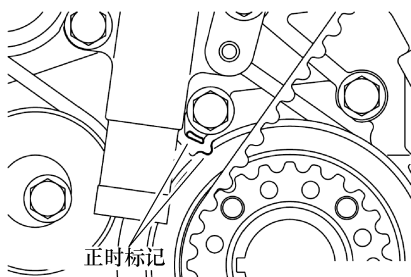

图 4-98 校准正时标记
3) 与操作排气凸轮轴链轮一样,逆时针将凸轮轴链轮的正时标记转动到距离配对的正时标记一个链轮齿的位置,如图 4-98 所示。